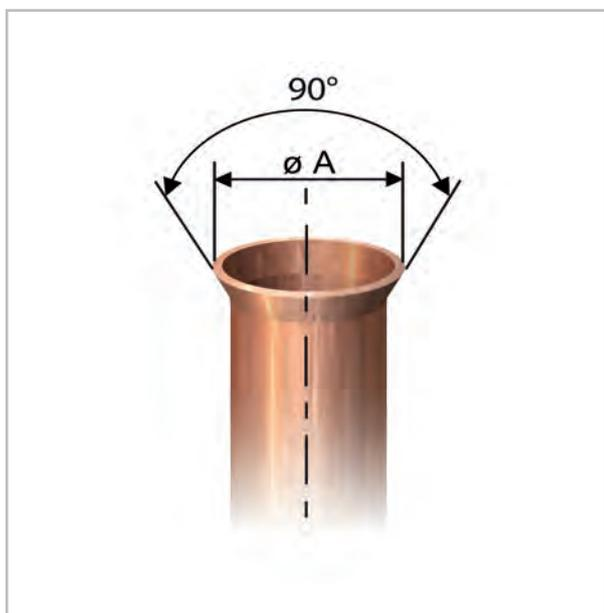

Fig. 34: Bord relevé de forme adéquate
9. ➤ Vérifiez que le bord relevé présente la forme adéquate (Voir la Fig. 34).